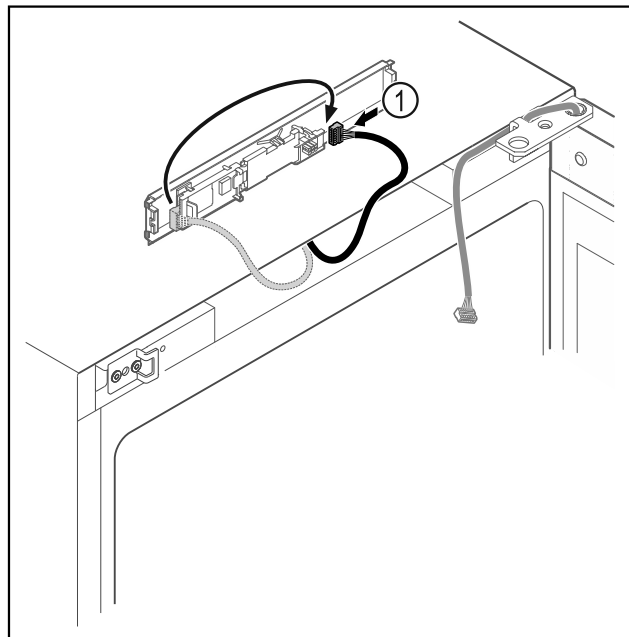

Fig. 18
- Flyt stikket Fig. 18 (1) på printkortet.